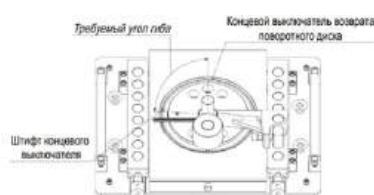

Рис. 6. Установка угла гиба
- в зависимости от требуемого угла гиба, установите штифт концевого выключателя в одно из отверстий на поворотном диске (кроме VPK Г-42) (см. рис. 6);